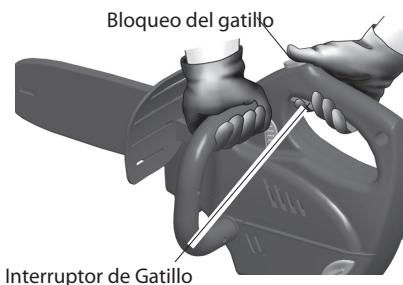

Figura 13 - Bloqueo del gatillo y ubicación del gatillo
3. Utilice ambas manos para sujetar la sierra. Utilice siempre la mano izquierda para asir el mango anterior y la derecha para tomar la posterior. Sujétela con firmeza: los mangos de la sierra deben quedar bien tomados por sus dedos (vea la Figura 13).
5. Cuando esté listo para hacer un corte, presione el bloqueo del gatillo con el pulgar derecho y accione el gatillo (vea la figura 13). Esto enciende la sierra. Al soltar el gatillo la sierra se apaga. Encienda siempre la sierra antes que entre en contacto con el madero.